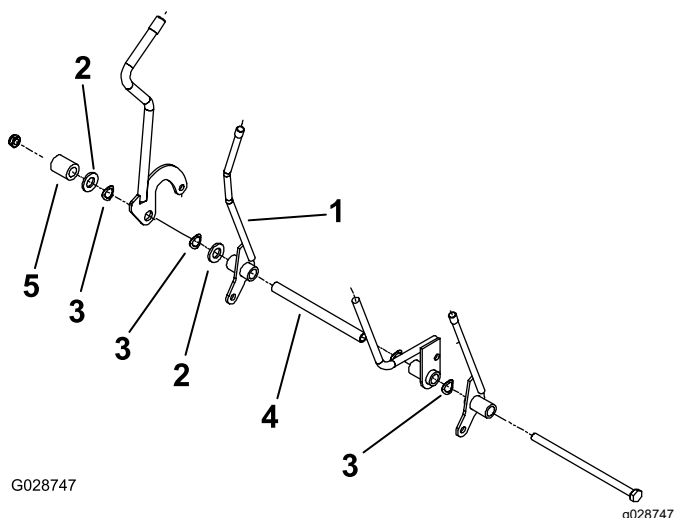

Figure 8
Remarque: Positionnez le levier comme montré à la Figure 8.
- Montez les composants retirés précédemment sur le boulon, en positionnant chacun d'eux comme montré à la Figure 8.
- Fixez le boulon sur le support de leviers avec l'écrou retiré précédemment (Figure 8).
Remarque: L'emplacement du levier est indiqué à la Figure 8.